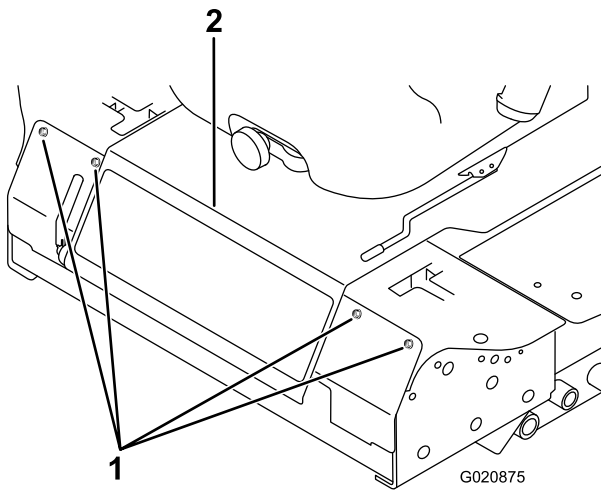

Bild 87
3. Nehmen Sie die Schrauben ab, mit denen die Frontplatte befestigt ist, und nehmen Sie sie ab (Bild 87).